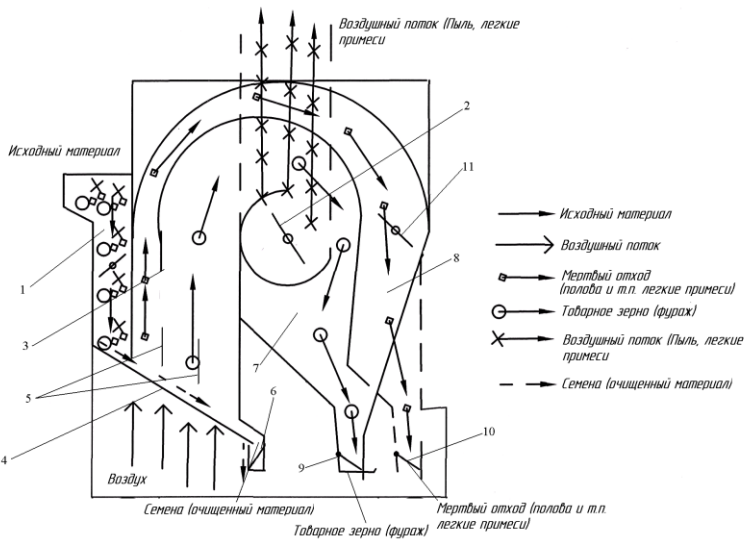

Рис.1 Технологическая схема ПСМ
Технологический процесс очистки и сортирования семян происходит следующим образом. Из приёмного бункера 1 (рис.1) материал подаётся в пневмосортировальный канал 3 (патент на изобретение № 219329 зарегистрирован в Гос. реестре изобретений РФ), на поддерживающую сетку 4.
6.4. Произвести сборку тележки 17 (рис.1):